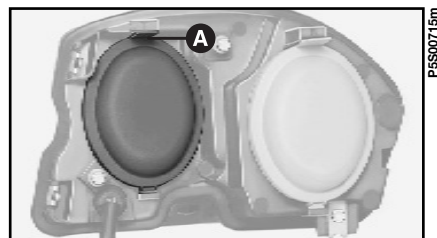

fig. 14
1) Enlever le couvercle de protection en tirant la languette **A**-fig. 14 vers le bas.